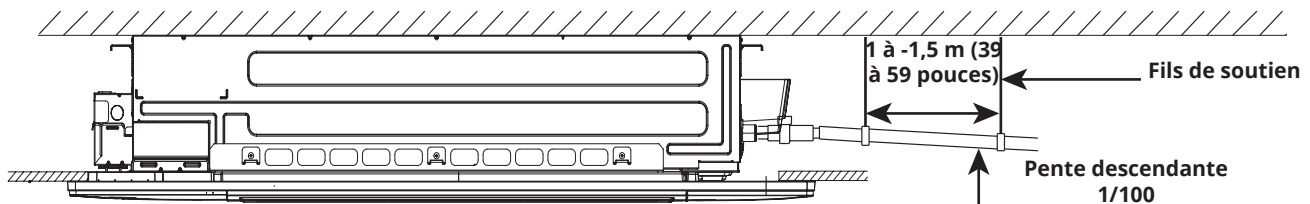

Figure 5.17
- Pour éviter que le tuyau de drainage ne s'affaisse, placez des fils de soutien tous les 39-59 pouces (1-1,5 mètre). Voir les figures 5.17 et 5.18 ci-dessous.